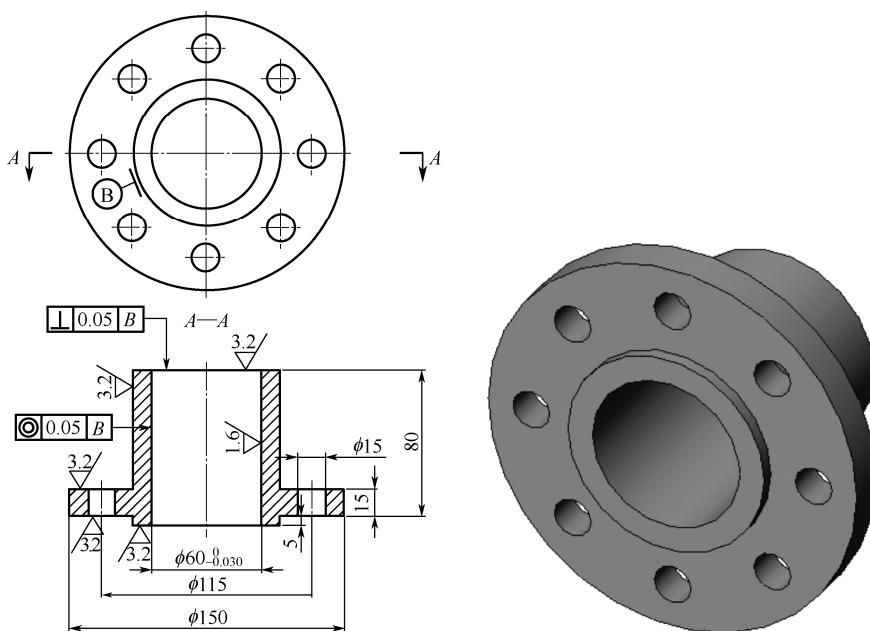

图 8-97 法兰盘零件图结构尺寸和零件模型
- (1) 法兰盘零件图和零件模型如图 8-97 所示, 从法兰盘零件模型开始进行工程图设计。